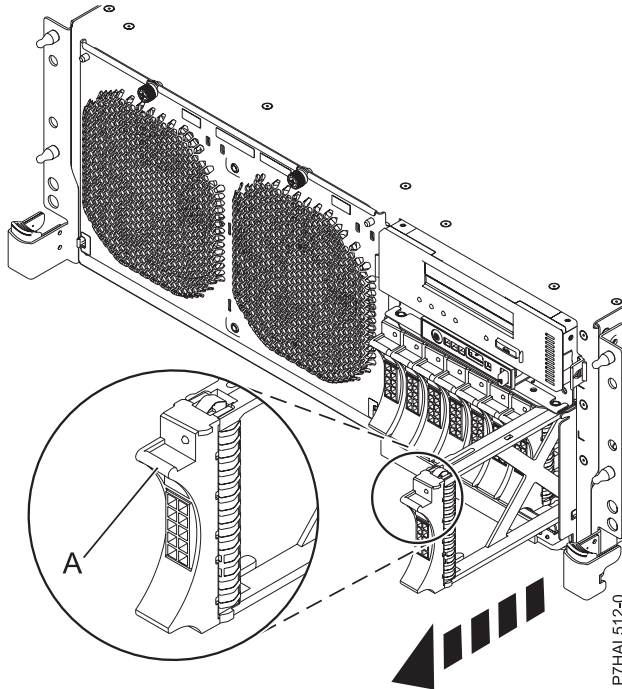

Figure 29. Retrait d'une unité de disque du serveur
2. Tenez la poignée de l'obturateur (**A**) et tirez l'obturateur d'unité de disques hors de l'emplacement, comme illustré dans la figure 29, à la page 55.